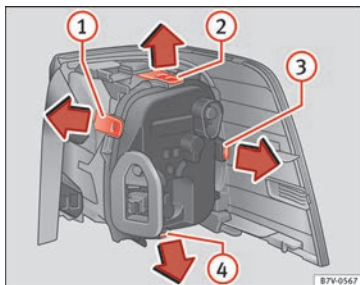

Bild 114 Bakljus i karossen: Ta bort lamphållaren ① till ④: Låsfläk
8.	För att lossa lamphållaren trycker du på låsflikarna » bild 114 ① till ④ i pilens riktning.